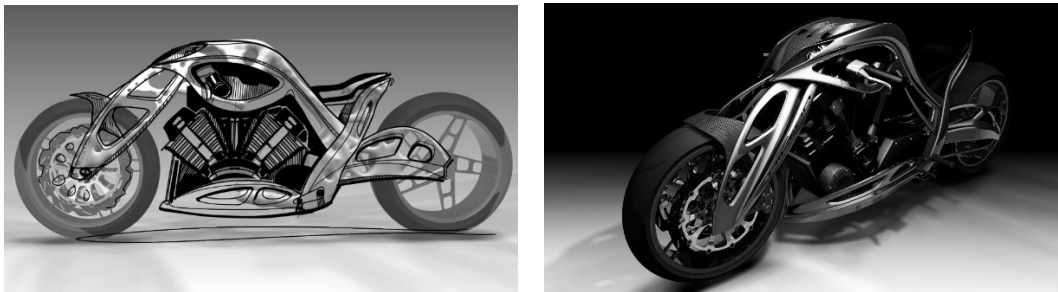

图 9-4 基于拓扑优化进行造型设计
4) 根据优化设计结果进行造型设计。在优化结果的基础上,设计师可以应用自己的造型语意进行诠释以完成设计,如图 9-4 所示。